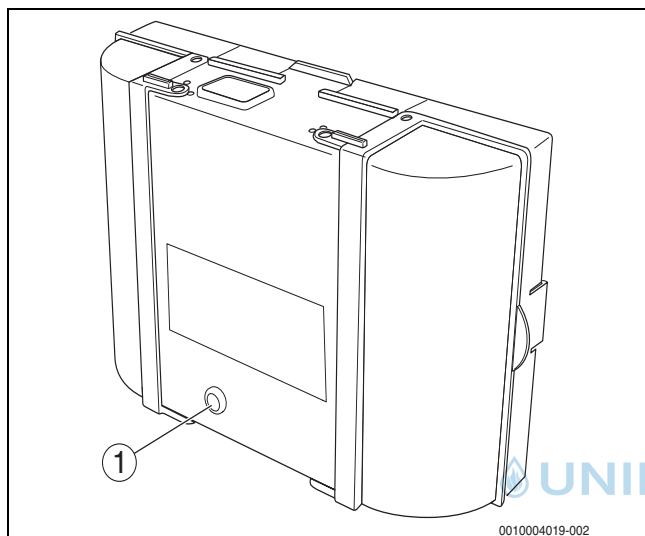

Bild 87 Störungen am Feuerungsautomaten zurücksetzen
- Taste „Entstören“ am Feuerungsautomaten drücken (→ Bild 87).